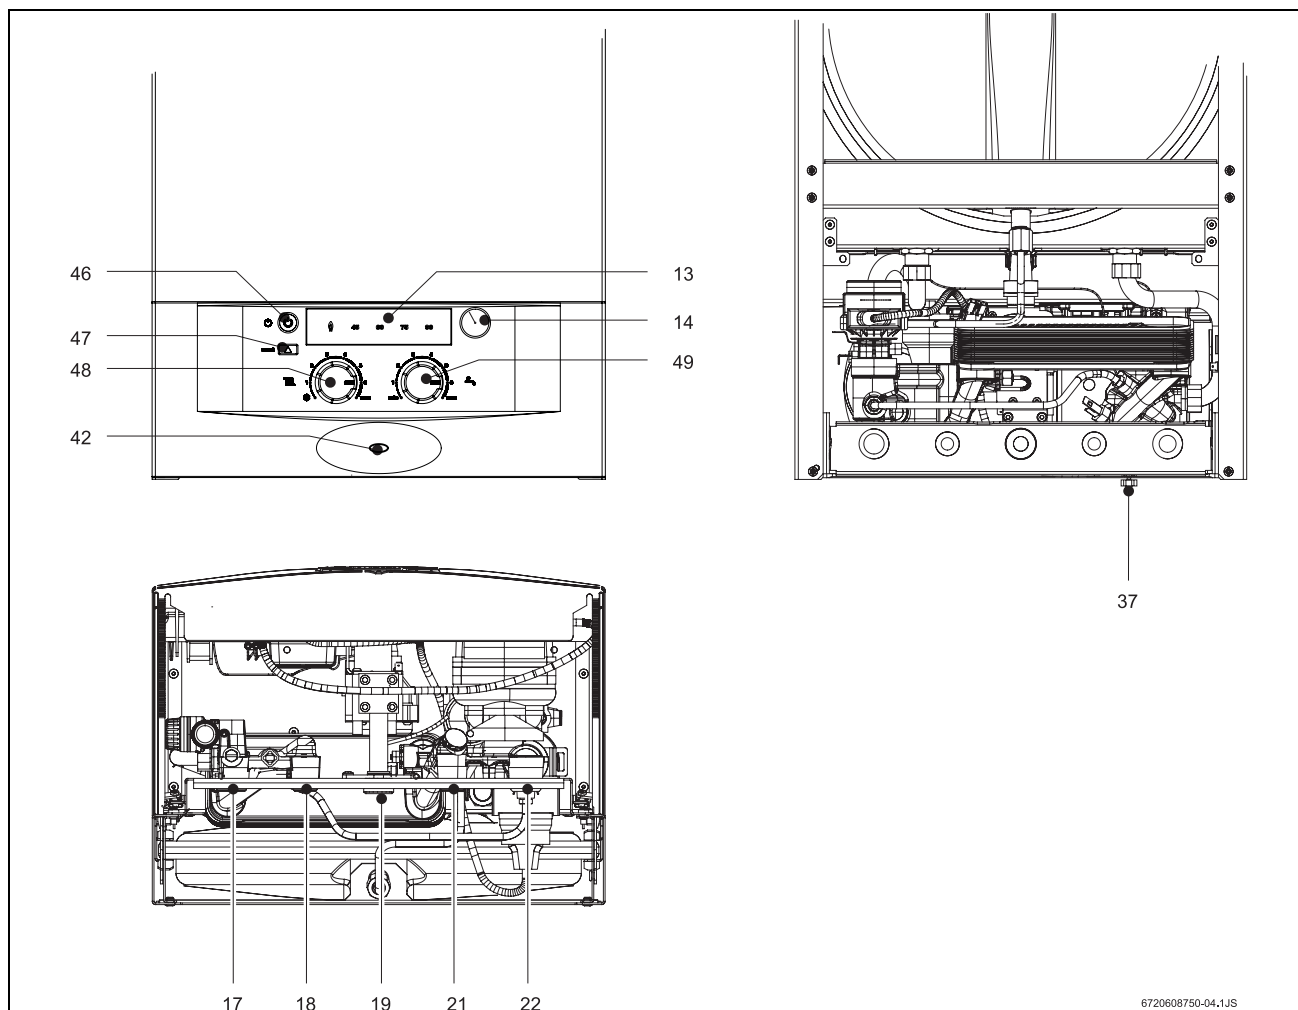

Fig. 15 Vista frontale, posteriore ed inferiore
- ▶ Aprire con cura, il rubinetto di riempimento dell'impianto di riscaldamento (Fig. 15, pos. 37)